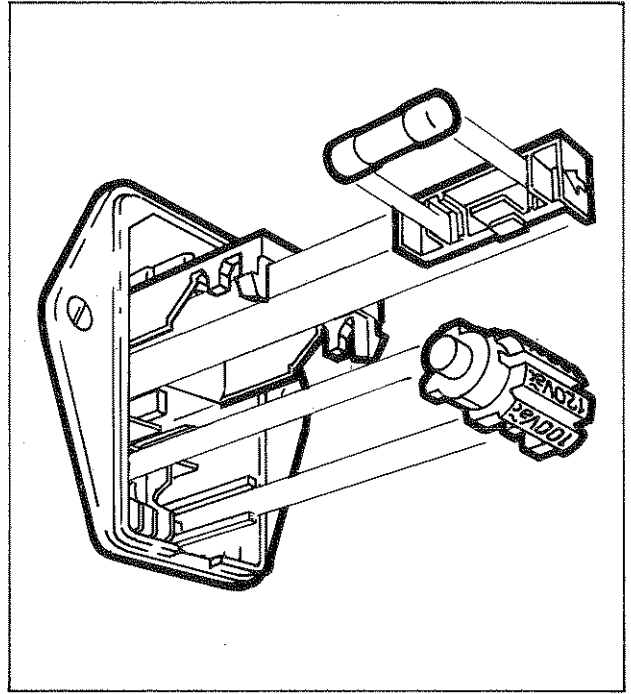

Fig. 2.2 Emplacements du fusible et de l'indicateur de tension dans le sélecteur de tension.
- Extraire l'arbre à cames avec indicateur de tension, voir la figure 2.2.
Le porte-fusible est situé dans le tiroir droit de sélecteur de tension, comme indiqué sur la figure 2.2. A la livraison, les instruments sont équipés de fusibles adaptés au format européen de 5x20 mm. Pour les fusibles de taille américaine, un porte-fusible spécial est nécessaire.